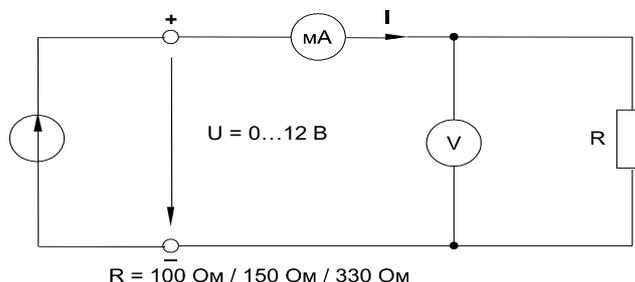

Рисунок 2.1 – Электрическая цепь с линейным резистором
- Чтобы построить кривые $I = f(U)$, соберите цепь по схеме (рис. 2.1) и измерьте токи, имеющие место при напряжениях и сопротивлениях, которые указаны в таблице 1.2. В качестве измерительных приборов используйте мультиметры или виртуальные приборы с коннектором.
- Соберите электрическую цепь с линейным резистором согласно схеме (рис. 2.1). В качестве измерительных приборов mA и V включите в цепь соответствующие клеммы коннектора (например, A1 и V0).